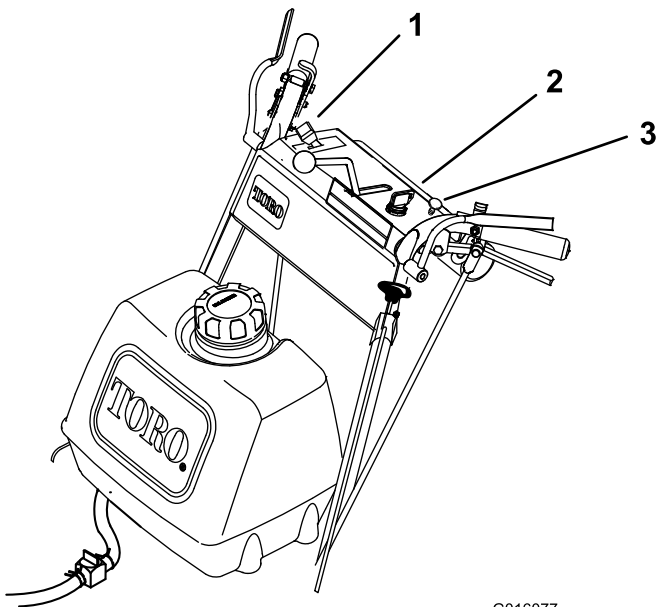

Bild 9
11. Drücken Sie den Choke hinein, sobald der Motor warmgelaufen ist (Bild 9).
2. Stellen Sie dann den Gasbedienungshebel auf **Langsam** (Bild 9).